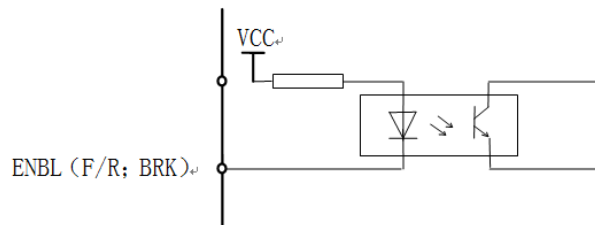

图 2
- 接收电路如图2所示。
- 该信号的接收方式也为光耦隔离输入，光耦导通时，电机制动刹车；光耦关断时，电机恢复运行。如图2所示。